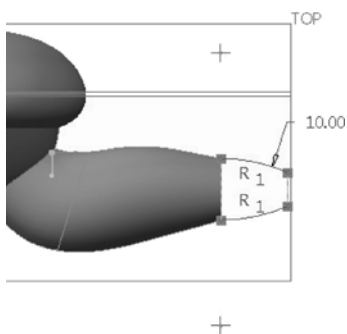
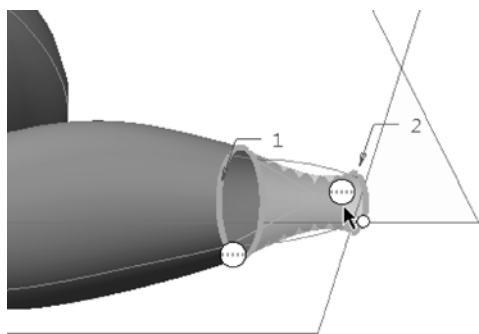

图 13-137 草绘图形
图 13-138 选择两条曲线定义第一方向链
③ 单击“参考”按钮, 打开“参考”对话框, 分别指定所需的绘图参考, 然后关闭“参照”对话框。
④ 绘制如图 13-137 所示的两条圆弧, 然后单击“确定”按钮.
① 单击“边界混合”按钮, 出现“边界混合”选项卡。
② “边界混合”选项卡中的“第一方向链”收集器处于活动状态, 结合〈Ctrl〉键按照顺序来选择如图 13-138 所示的两条边链作为第一方向链曲线。